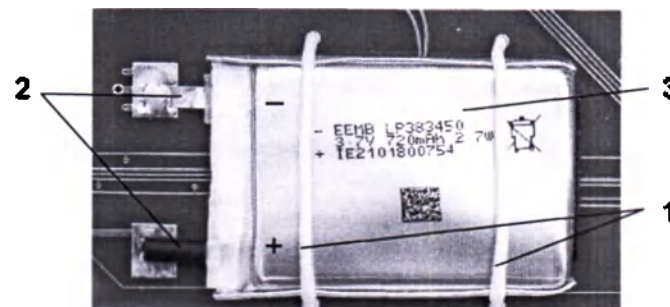

Рис. 19
В клавиатуре установлен Li-Polymer аккумулятор фирмы EEMB типа LP383450 (рис. 19).
Для замены аккумулятора крестовой отверткой отверните 12 болтов, расположенных на нижней части клавиатуры, и снимите нижнюю половину корпуса. Отпаяйте хомуты (1) и контакты аккумулятора (2). Замените аккумулятор (3) новым, соблюдая полярность, указанную на рис. 19. Припаяйте хомуты (1) обратно.